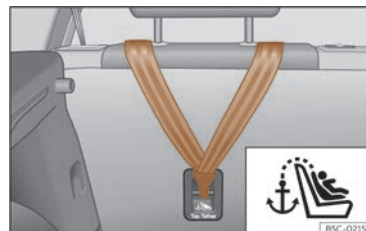
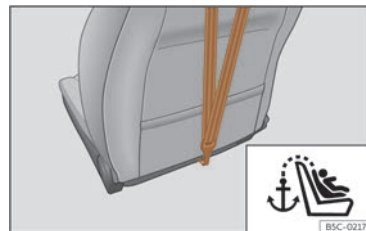

Fig. 57 Part posterior dels seients del darrere: ancoratge per al cinturó Top Tether.
Fig. 58 Part posterior del respall del seient de l'acompanyant: ancoratge per al cinturó Top Tether (no disponible a tots els mercats).
- Feu lliscar la corretja i fixeu-la correctament amb l'ancoratge de la part posterior del respall >>> **fig. 57**, >>> **fig. 58**.